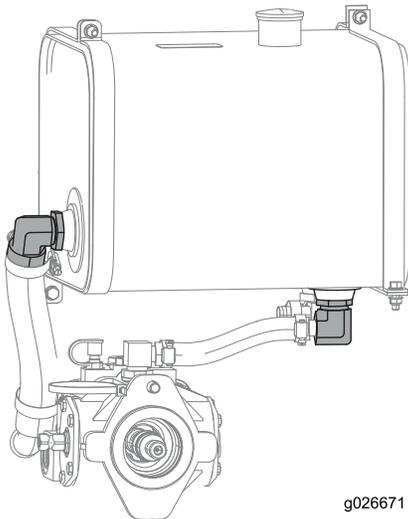

Figure 46
10. Déposez les adaptateurs coudés, puis déposez et nettoyez les crépines à l'air comprimé (Figure 46).